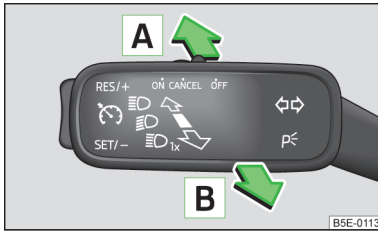

Abb. 32
- › Den Hebel in Stellung **A** (gefederte Stellung) » Abb. 32 stellen.
- › Wenn das Fernlicht gerade automatisch eingeschaltet ist, den Hebel in Stellung **B** (gefederte Stellung) » Abb. 32 stellen.